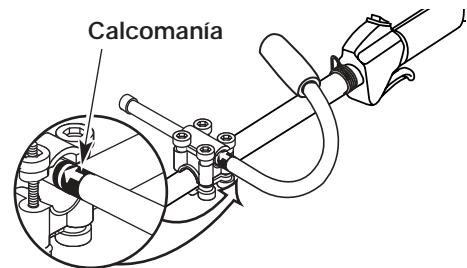

Fig. 2
7. Deslice la manija en J hacia dentro o hacia fuera hasta que la flecha o línea blanca de la calcomanía toque el ensamble de abrazaderas (Fig. 2).